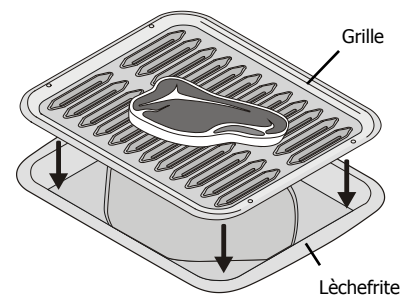

Fig. 2
3. Lorsque vous utilisez deux grilles de four en même temps, placez-les dans les positions 3 et 5 pour obtenir de meilleurs résultats (fig. 2).